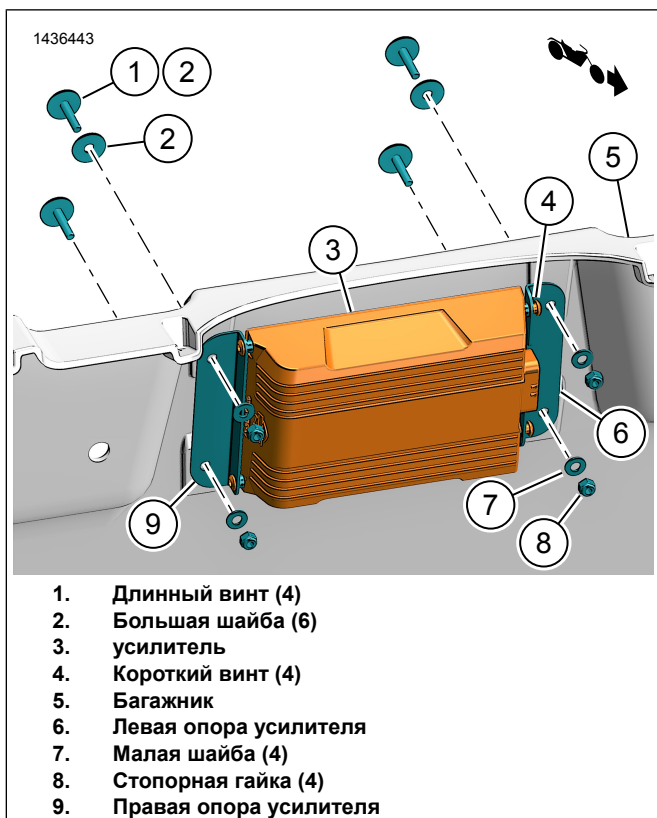

Рисунок 2. Монтажные кронштейны усилителя
1. См. рис. 2. Установите монтажные кронштейны усилителя.
- a. Установите кронштейны (6, 9) на усилитель (3).
- b. Установите винты (4). Затяните.
См. рис. 2. Установите усилитель с кронштейнами.